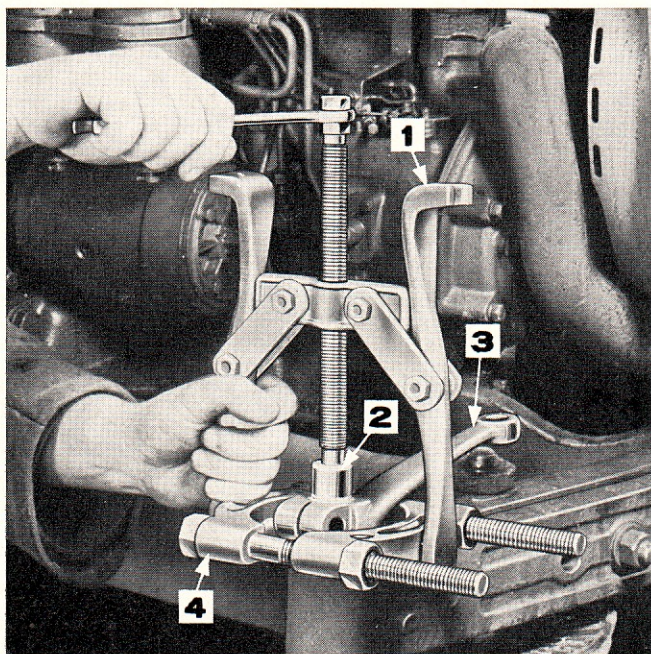

Figure 2: Dépose du bras de direction de la fusée
9. Déposer le bras de direction de la fusée. Si le bras serre sur la fusée, employer les outils 1002, 951 et 625 pour le retirer Figure 2.